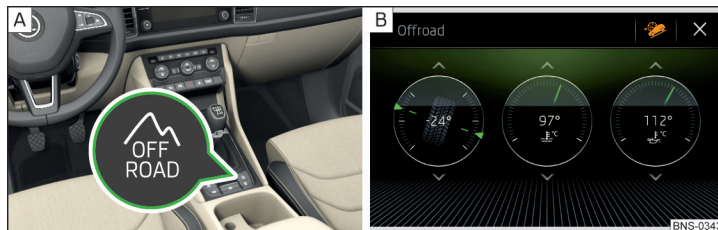

Fig. 265 Tecla Offroad / Pantalla del Infotainment: Visualización en la activación
► Para **activar/desactivar**, presionar la tecla  » **fig. 265** - [A].
En la **activación ilumina** en el cuadro de instrumentos combinado el testigo de control del modo Offroad  y el asistente de marcha en pendientes . En la pantalla del Infotainment se realiza la iluminación de la visualización del modo Offroad » **fig. 265** - [B].